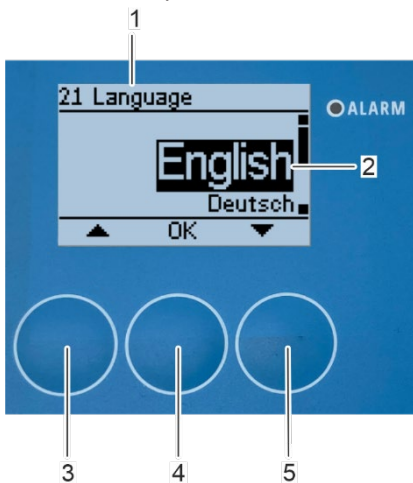

Abbildung 125: Sprache auswählen
⇒ Das Untermenü „2 Setup“ erscheint wieder auf dem Bildschirm (Abbildung 125/1).
1. Wählen Sie das Untermenü „Schrittweite des Schlittens“ (Abbildung 125/2) mit den Pfeiltasten [nach oben] (Abbildung 125/3) und [nach unten] (Abbildung 125/4).